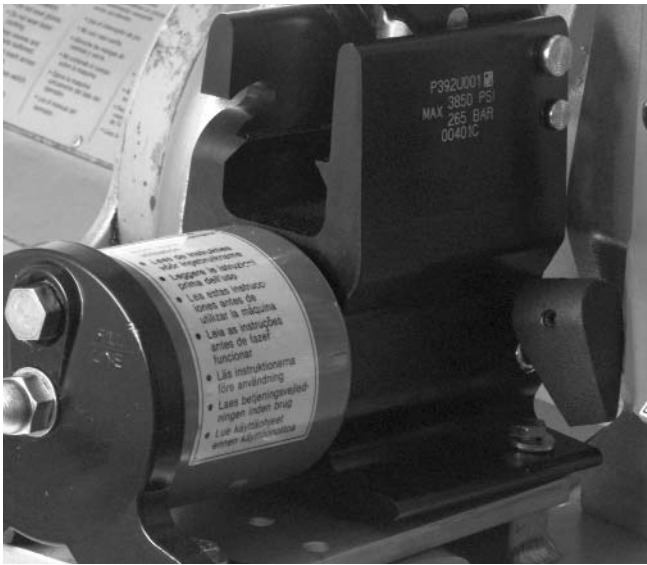

Figura 9 – Primer plano de la palanca de desenganche en la bomba de la 918
2. Levante el alojamiento o cárter del rodillo ranurador superior colocando la palanca de desenganche de la bomba en la posición RETURN (regreso) (hacia el lado opuesto al operario). (*Figura 9*)